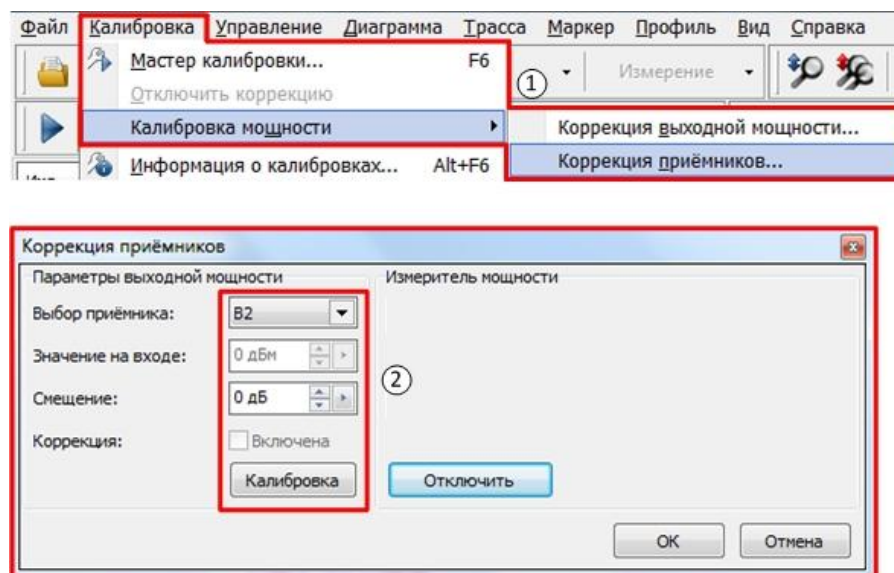

Рис. 8. Проведение калибровки приёмника второго порта ВАЦ
9. Соединить порты ВАЦ между собой. **Провести калибровку приёмника второго порта в выходном частотном диапазоне умножителя (12...26 ГГц).** Выбрать в главном меню *Калибровка* -> *Калибровка мощности* -> *Коррекция приёмников*. В окне «Коррекция приёмников» нажать кнопку «Калибровка». Дождаться окончания калибровки (рис. 8).